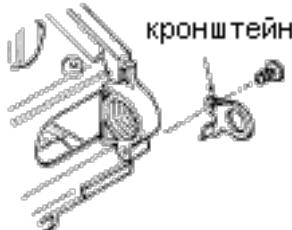
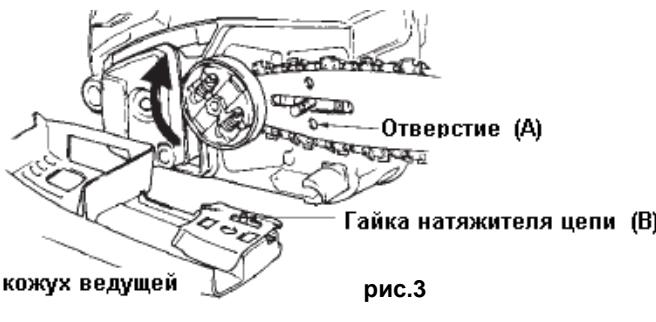

рис.2
рис.3
3. Закрепите кронштейн на задней стороне энергоблока с помощью шурупа (рис.2).
4. Установите пильную шину, затем установите пильную цепь вокруг шины и звездочки (рис.3).
7. Затяните гайку натяжителя цепи (В, рис.3), соединив ее с нижним отверстием направляющей шины (А, рис.2) и установив крышку цепи. Убедитесь, что крышка цепи надежно закреплена.